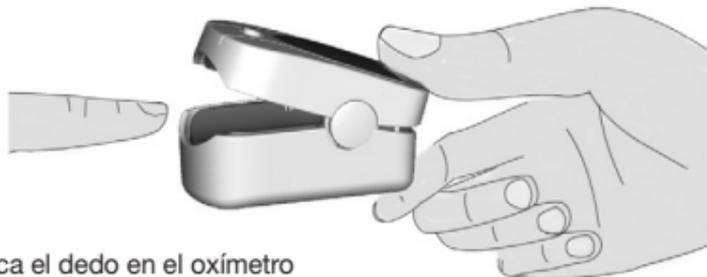

Figura 3: Introduzca el dedo en el oxímetro
- A. El dedo ha de ser colocado apropiadamente (ver figura 3), para evitar una medición poco esmerada.
1. Abra la clip como se muestra en la Figura 3.